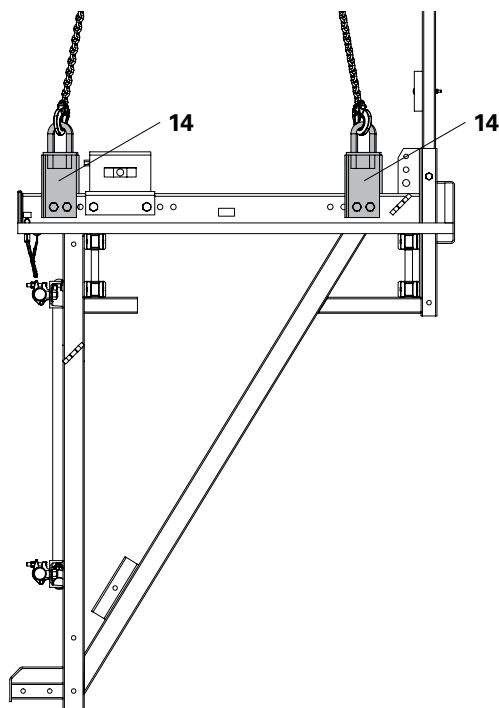

Fig. B1.19
1. Avvitare due angolari CB 160 (14) a ciascuna mensola CB 160.
2. Agganciare i ganci dell'imbracatura nelle staffe degli angolari CB 160 (47). (Fig. B1.19)